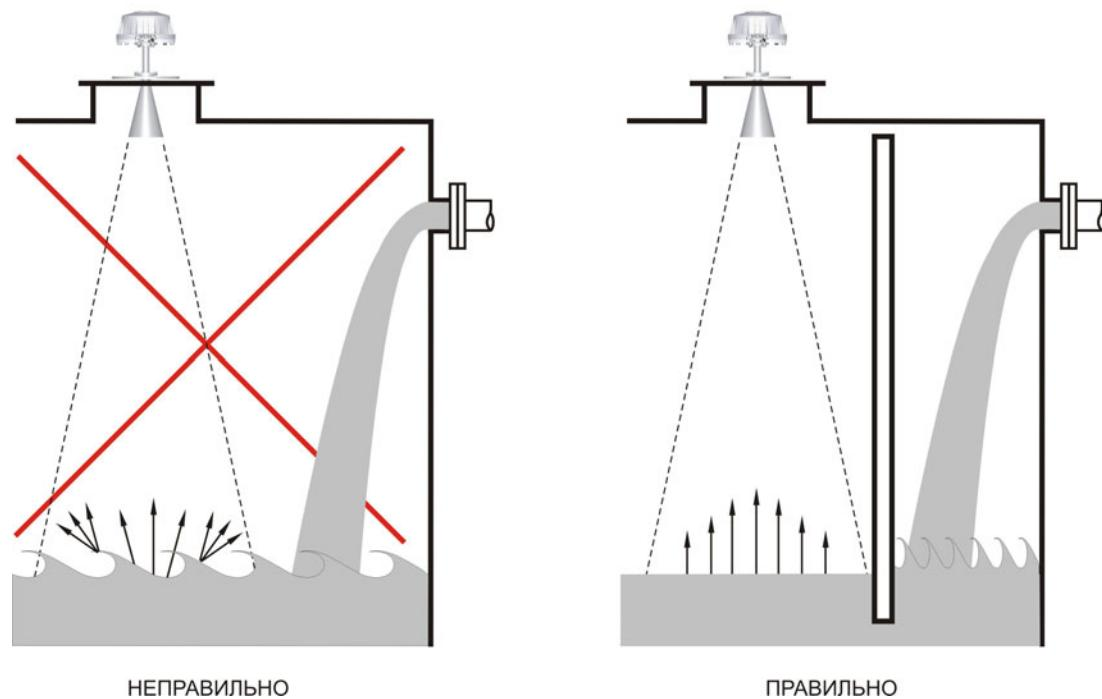

Рисунок 20 – Установка прибора с применением успокоительной перегородки
– если поверхность контролируемого продукта колеблется, то необходимо в месте установки прибора устраниить эти колебания, например, устанавливая разделительные перегородки (успокоители), рисунок 20: